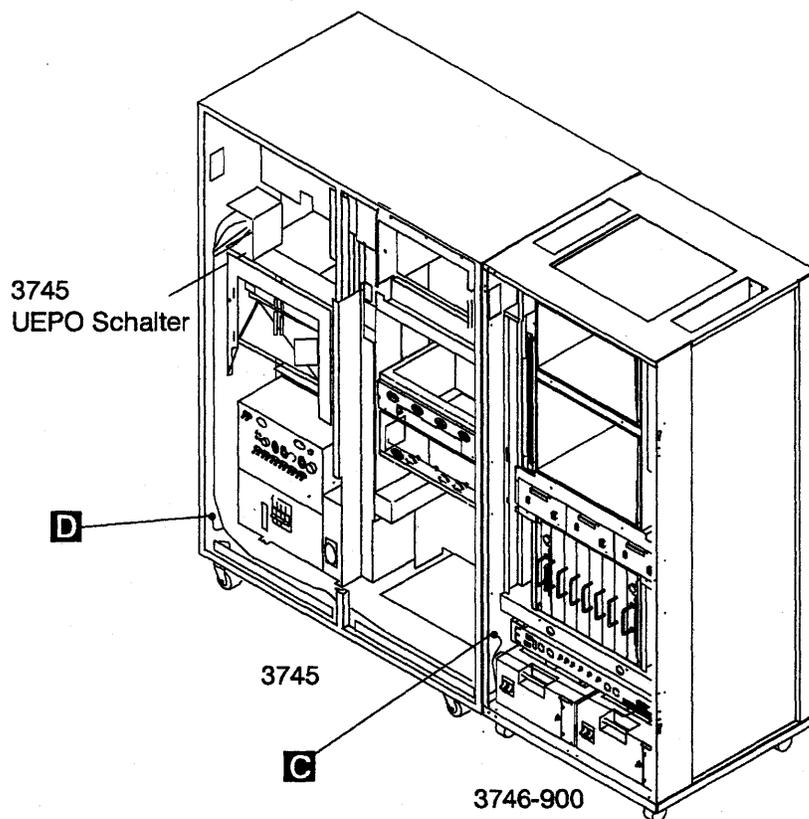

Figure 0-11. UEPO-Kabelführung bei der 3746-900
- Der 3746-900 wird über das UEPO-Kabel an der 3745 geerdet (siehe Figure 0-11 on page xxxv).